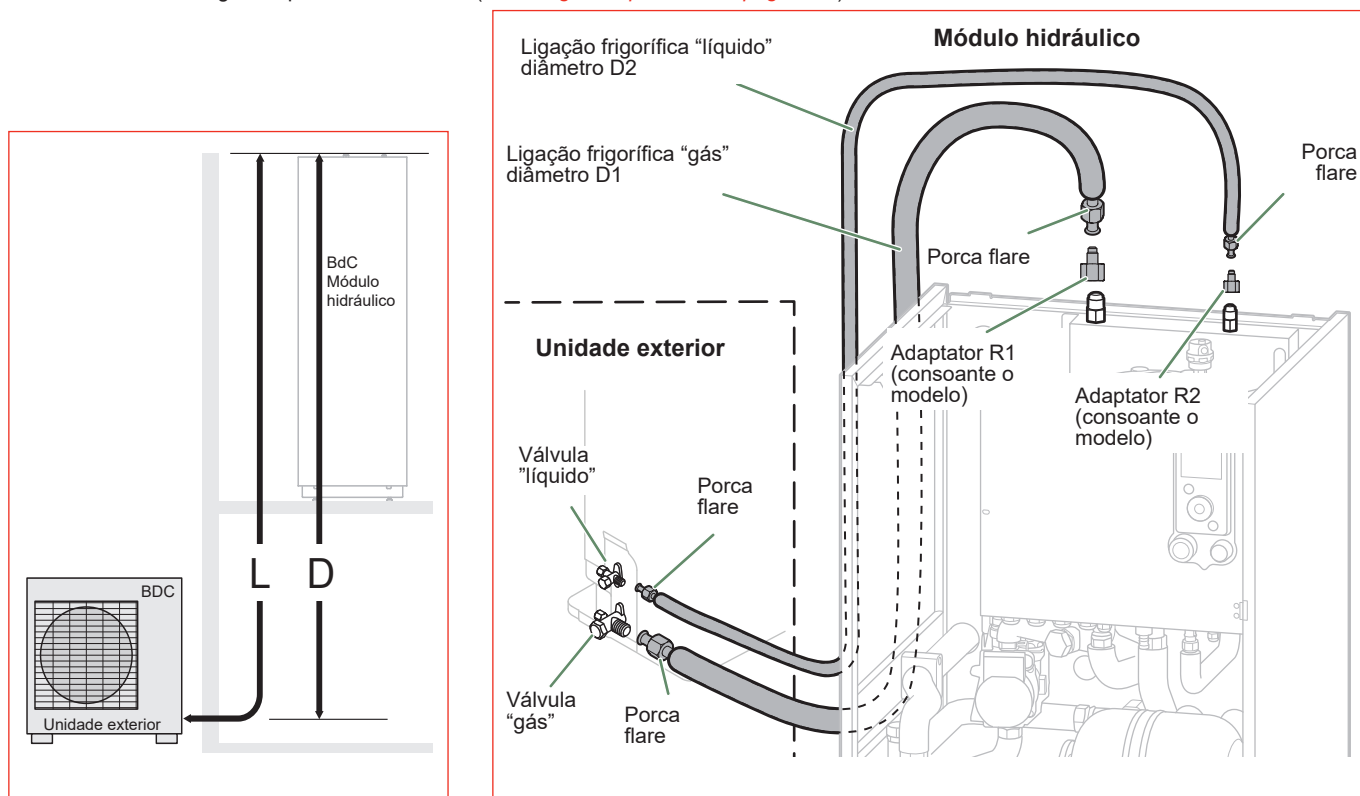

fig. 32 - Junção das ligações frigoríficas (diâmetros e comprimentos permitidos)
- Consoante o caso, ligue um adaptador (redução) 1/4"- 3/8" ou 1/2"- 5/8" (ver fig. 32).